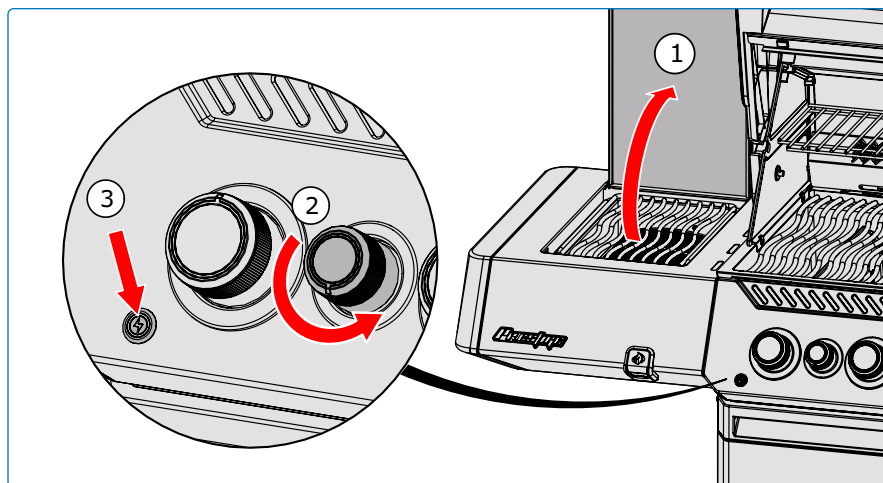

Fig. 7
4. Si el quemador no se enciende en 5 segundos, gire la perilla de control del quemador en sentido horario a la posición APAGADO. Espere 5 minutos. Repita los pasos 2 y 3. (**Fig. 7**).